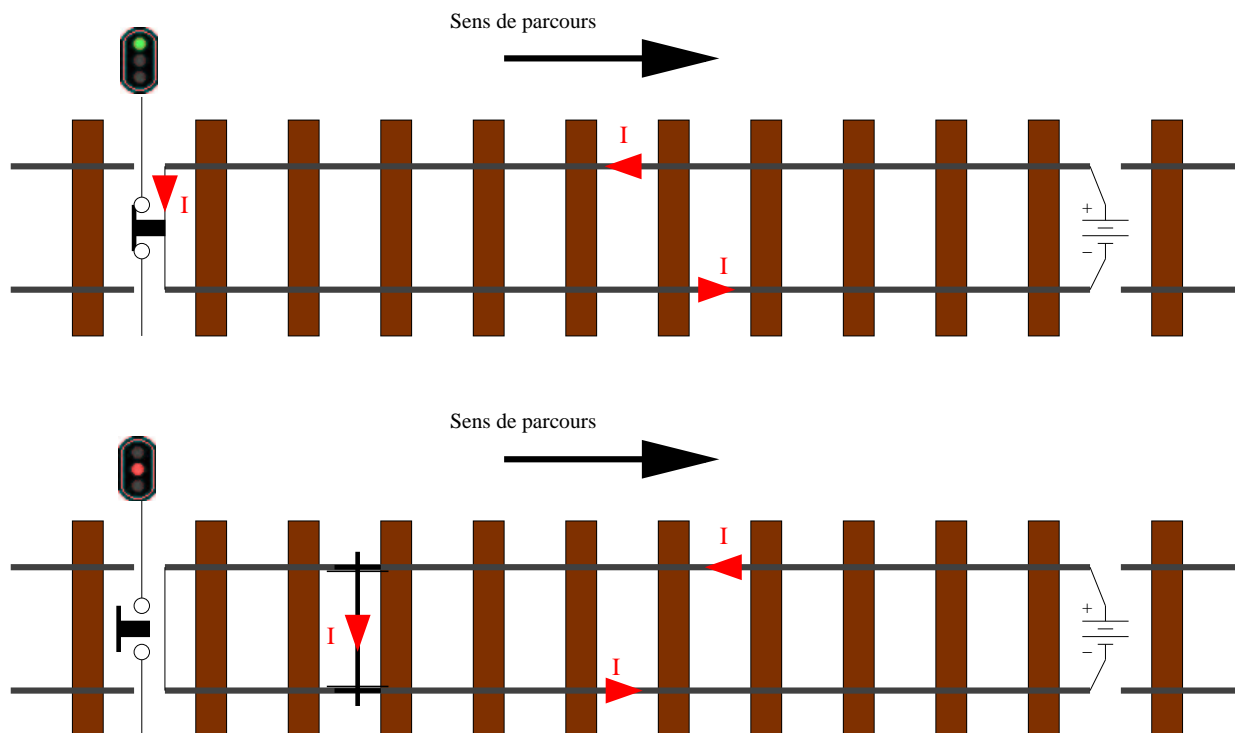

FIG. 18: Circuit de voie avec ou sans présence d'essieux
À chaque extrémité du canton, les files de rails sont isolées de celles du canton suivant ou précédent. Un générateur placé à la sortie du canton impose un faible courant dans les files de rails (18) qui, à l'autre extrémité, permet de fermer le circuit de commande du signal par l'intermédiaire d'un relais. Lorsqu'un véhicule pénètre dans le canton (situation 2 de la figure 18), ses essieux forment alors un court-circuit et le contact du relais tombe et ouvre ainsi le circuit de commande du signal.